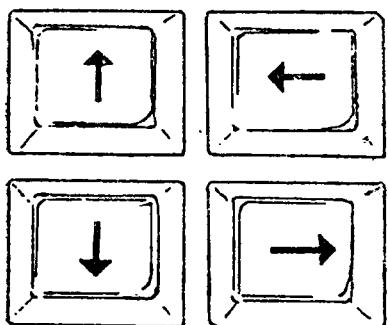

图2.2 光标移动键
2. 光标移动键 大多数键盘上，用户可利用一系列有箭头表示的键来移动CRT显示器上的不同光标位置（见图2.2）。